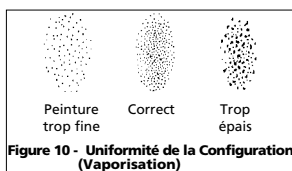

Figure 10 - Uniformité de la Configuration (Vaporisation)
4. Tirer brusquement sur la gâchette en tournant le bouton de réglage de fluide au sens contraire des aiguilles d'une montre. Observer la configuration du débit sur la cible et ajuster le bouton de réglage de fluide jusqu'à ce que vous obtenez la configuration (vaporisation) désirée (Voir Figure 10).
dissiper la pression, ensuite augmenter la pression lentement afin d'obtenir la consistance de configuration correcte (Voir Figure 10).